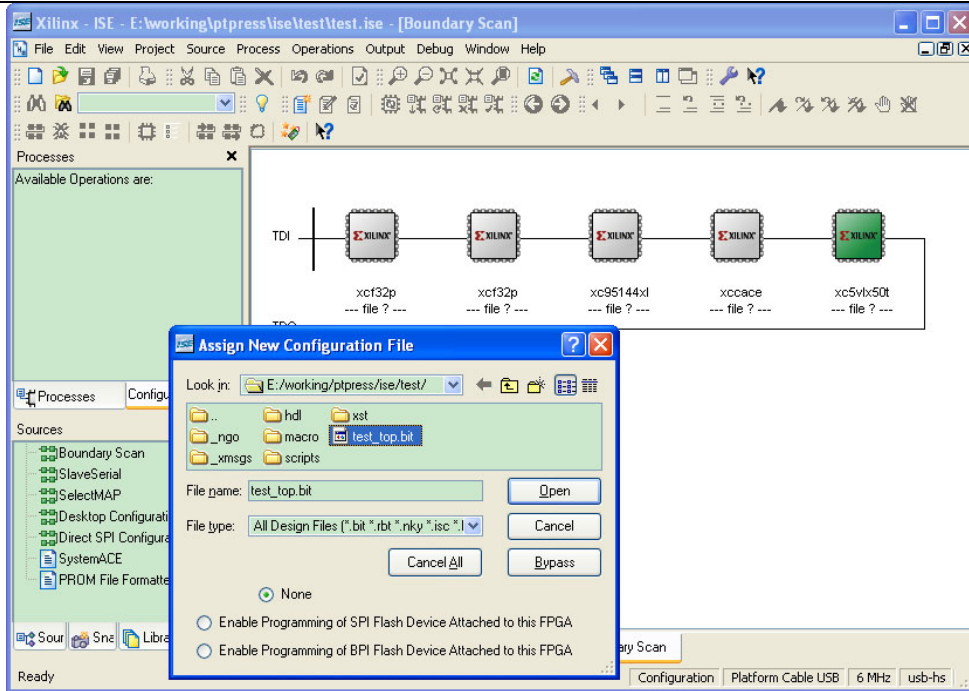

图 2.34 指定配置文件
(4) 接下来 ISE 会自动扫描连接在 JTAG 链上的器件，根据设计者的电路板设计不同，会出现如图 2.34 所示的界面。